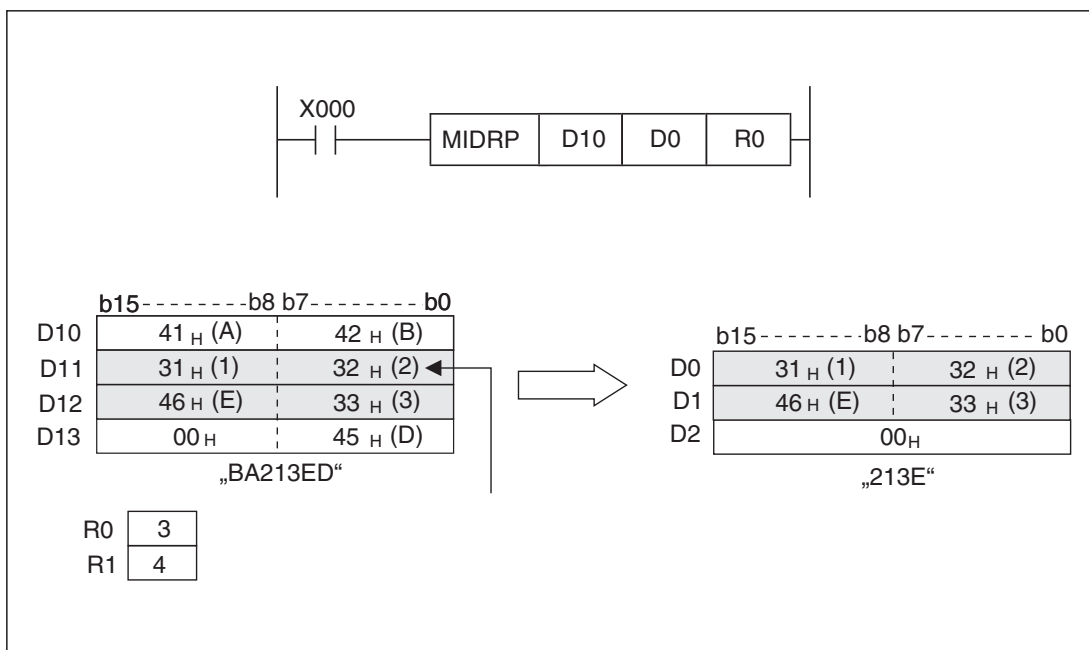

Рис. 7-233:Из строковой величины “BA213ED” копируются знаки “213E”.
- ((S2+)+1) содержит количество байтов (знаков), которое требуется скопировать. Если здесь введено значение "0", команда MIDR не выполняется. При значении "-1" начиная с первого указанного знака копируются все остальные знаки строковой величины, хранящейся по адресу начиная с (S1+) (см. рис. 7-233).